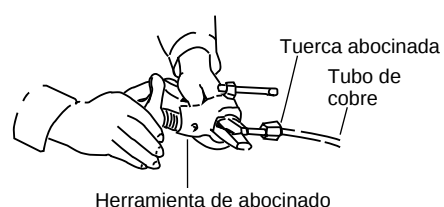

Fig. 7-3
- (3) Extraiga la tuerca abocardada de la unidad y asegúrese de montarla en el tubo de cobre.
- (4) Abocine el extremo del tubo de cobre con una herramienta de abocinado.* (Fig. 7-3)